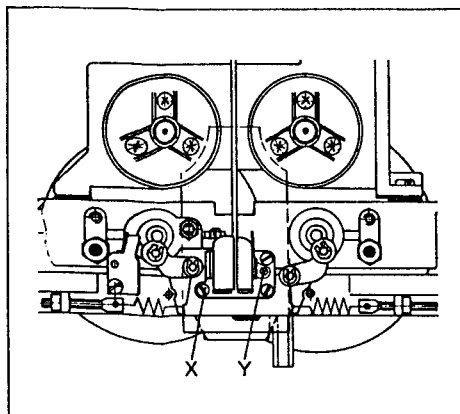

Fig. 5.5
- Mit Schraube X (Fig. 5.5) den Ausgangspegel beider Kanäle auf maximale Ausgangsspannung einstellen.
- With screw X (Fig. 5.5), adjust the output level of the two channels for maximum output voltage.
- Réglez à sa valeur maximale le niveau de sortie des deux canaux grâce à la vis X (fig. 5.5). (Pour effectuer ce réglage, on peut se servir d'un phase-mètre et régler à l'erreur de phase minimale.)
- Mit Kreuzschlitzschraubendreher Grösse 00 Schraube Y (Fig. 5.5) so einstellen, dass für beide Kanäle ein Pegelmaximum erreicht wird (minimale Phasendifferenz).
- With screwdriver size 00 for cross recessed head screws adjust screw Y (Fig. 5.5) in such a manner that maximum level is obtained for both channels (minimum phase difference).